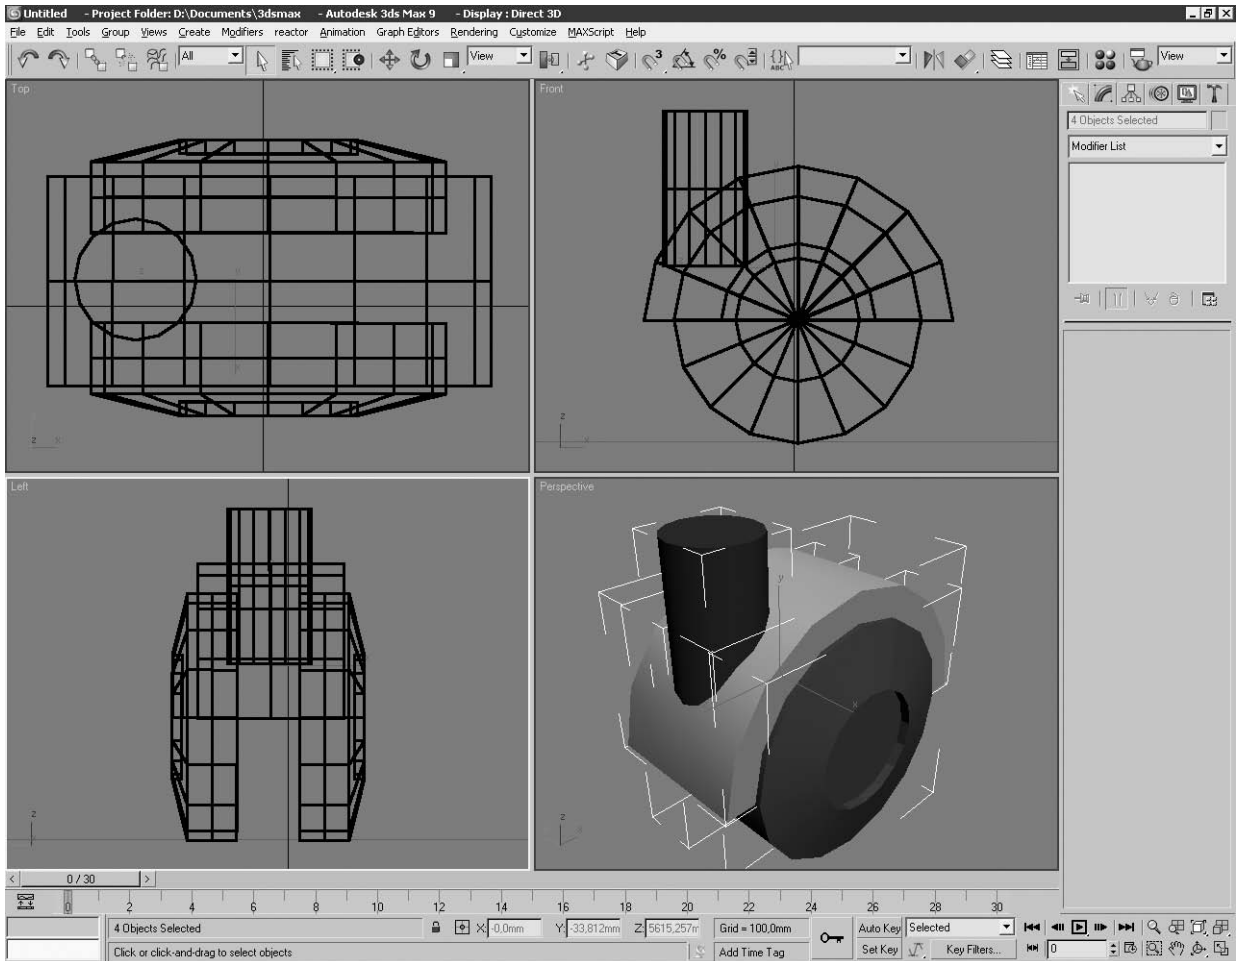

Рис. 4.13
5. Создать половину цилиндра — корпус опоры и маленький цилиндр — стойку. Откорректировать взаимное положение элементов так, чтобы расстояние от нижней точки колес до верха стойки составило 60 мм (рис. 4.13).